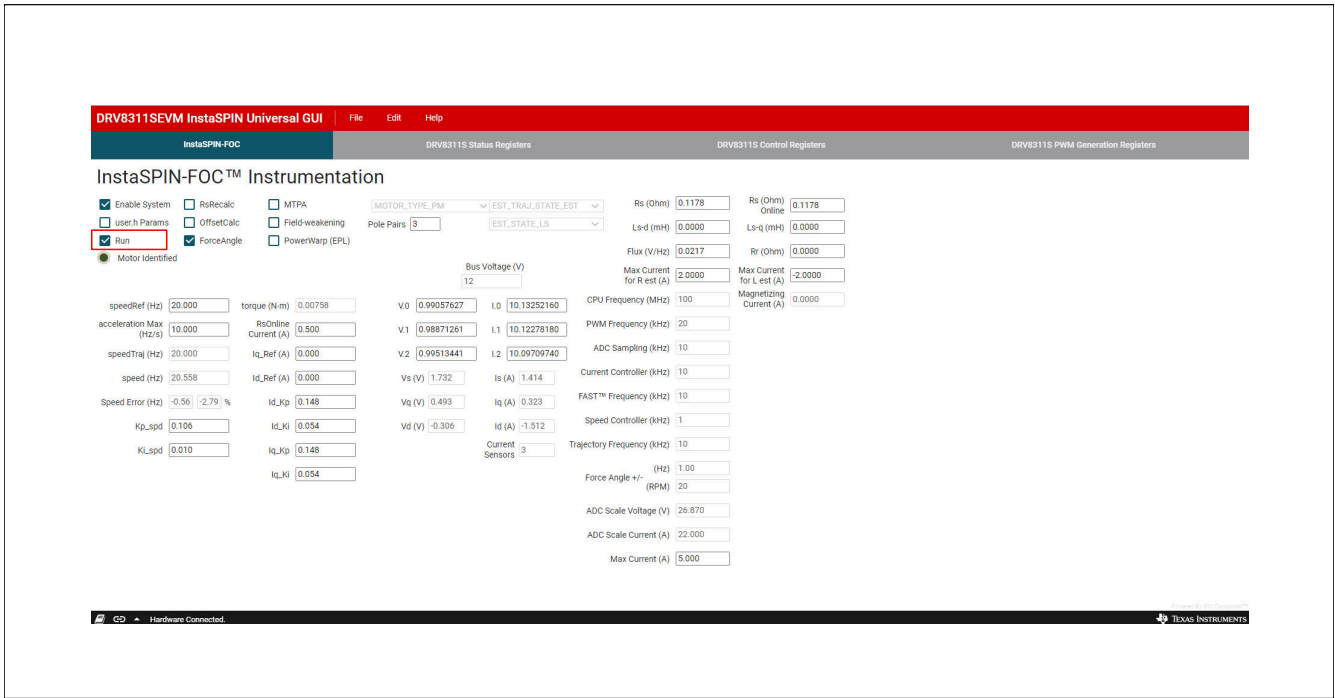

图 6-3. 运行电机识别的 C2000 InstaSPIN Universal GUI
2. 选中“Run”框以开始电机识别算法，如图 6-3 所示。电机将开始旋转和停止，因为它会经过许多状态来计算和识别用于无传感器磁场定向控制的有用电机参数。此过程不应超过几分钟。